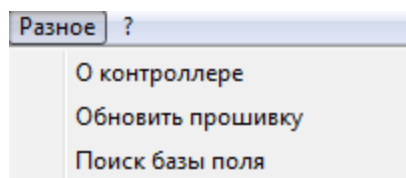

Рисунок 51. Меню «Разное»
- 3) «Поиск базы поля», рисунок 51